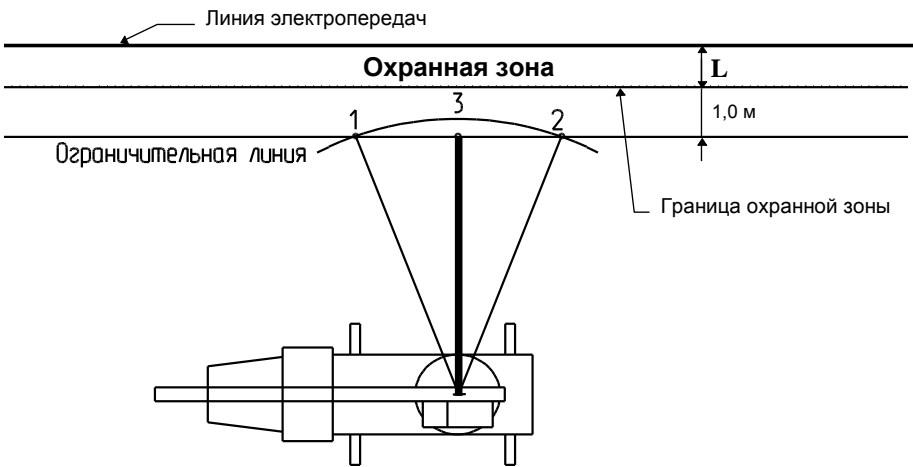

Рисунок 5 - Ввод ограничения СТЕНА
3.3.5.1.1 Ввод ограничения типа "ЛЭП" (СТЕНА) вести в следующей последовательности (см. рисунок 5).